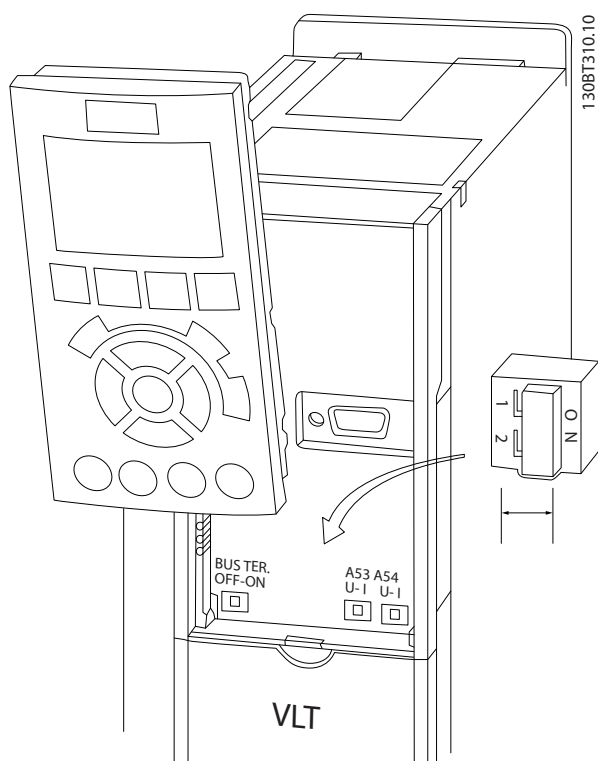

图 2.34 端子 53 和 54 的开关的位置
- 在拆下 LCP 后可以看到这些开关 (请参阅图 2.34)。